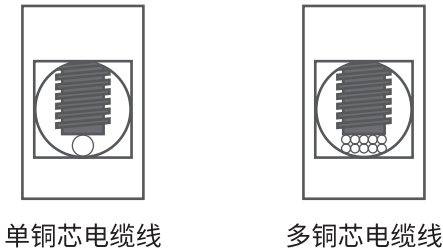

图3-1 零排、地排接线示意图
- 进行零排和地排接线时，应保证在螺钉拧紧后，线丝完全插进并夹紧在端子中，避免任何导线的线丝滑进夹紧机构和保持装置间的缝隙中，如图3-1所示。建议零排和地排的接线使用单铜芯电缆线。